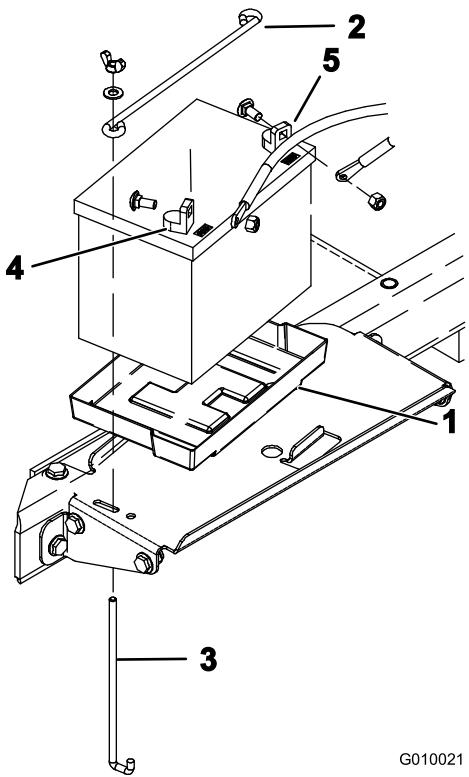

Figura 14
- Montate la batteria nel vassoio del vano batteria (Figura 14). Posizionate la batteria con i morsetti rivolti verso l'esterno.